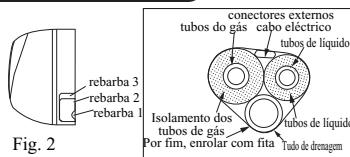

Fig. 2
- 1. Ao conduzir os tubos e os cabos dos lados esquerdo ou direito da unidade interior, cortar as rebarbas do chassis, se necessário (como de indica na fig. 2)